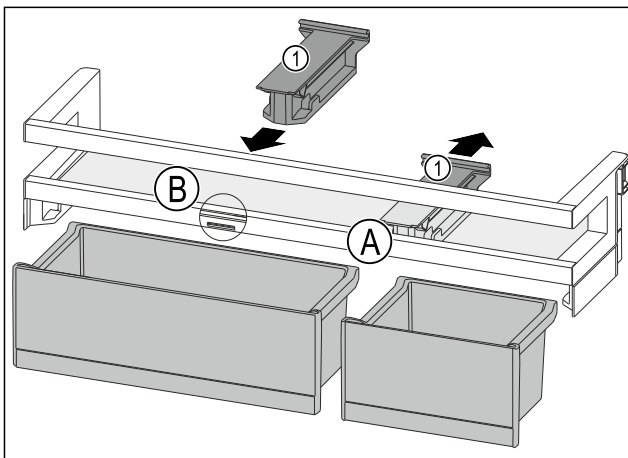

Fig. 111
- ▶ Halteteil Fig. 111 (1) in Position Fig. 111 (A) nach hinten abziehen.
- ▶ Halteteil Fig. 111 (1) in Position Fig. 111 (B) einsetzen.